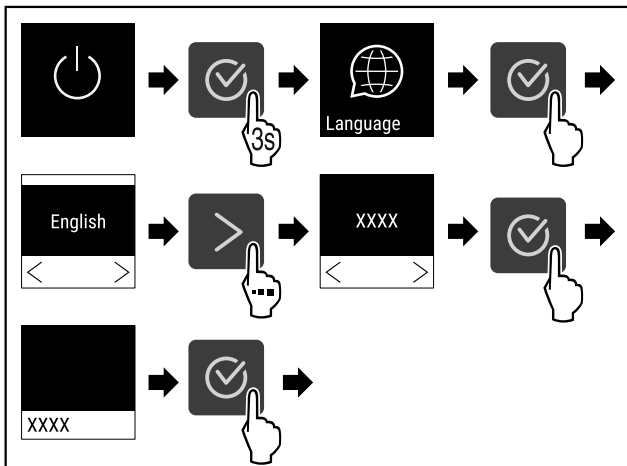

Fig. 53
- ▶ Handlungsschritte (siehe Fig. 53) durchführen.